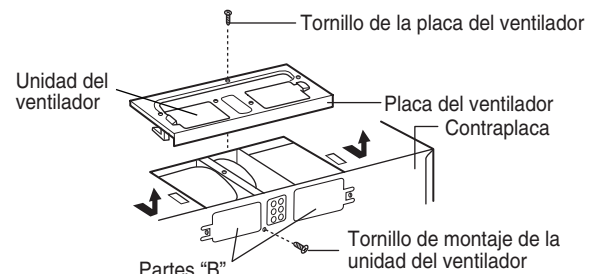

Figura 18
1. Retire un tornillo de montaje de la unidad del ventilador y uno o dos tornillos de la placa del ventilador. Retire del gabinete la placa del ventilador. Consulte la Figura 18.